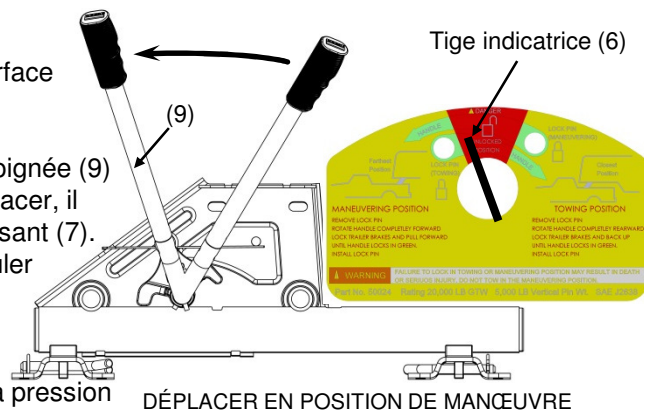
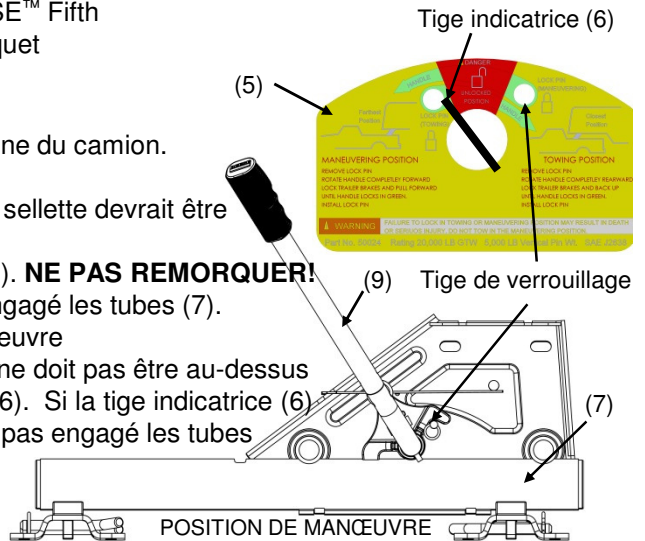

Figure 15
Figure 16
3. Retirer tige de verrouillage du trou de remorquage et de tirer la poignée (9) vers l'avant (voir la figure 15). Si la poignée (9) est difficile à déplacer, il peut être coincée dans le trou de verrouillage dans le tube coulissant (7). Cela peut être résolu en déplaçant légèrement le camion ou reculer jusqu'à ce que la poignée (9) se déplace librement. Répétez l'étape 2 si nécessaire.
4. La tige indicatrice (6) devrait être au-dessus de la section rouge déverrouillée près de la section de manœuvre (voir figure 15). La pression du ressort pressera le loquet contre le dessus du tube, le loquet se verrouillera dans la fente quand la REESE™ FIFTH Wheel Slider se déplace en position de manœuvre (voir figure 16).
5. Retourner au camion. Dégager le frein à main. Engager manuellement le frein de la remorque et avancer le camion jusqu'à ce que la REESE™ Fifth Wheel Slider s'arrête à la soudure au pied (figure 13) et que le loquet s'engage en position manœuvre (voir figure 16).
- C. Si la sellette ne bouge pas, le loquet a engagé les tubes (7) et la sellette devrait être verrouillée en position de manœuvre.
- D. Si la sellette ne bouge pas, le loquet n'a pas engagé les tubes (7). **NE PAS REMORQUER!** Répéter les étapes 1 - 6 ci-dessus jusqu'à ce que le loquet ait engagé les tubes (7).
7. Examiner l'étiquette de mise en garde (5). La tige indicatrice (6) ne doit pas être au-dessus de la section verte du côté gauche de l'étiquette (5) (voir figure 16). Si la tige indicatrice (6) est au-dessus de la section rouge de l'étiquette (5), le loquet n'a pas engagé les tubes (7). **NE PAS REMORQUER!** Répéter les étapes 1- 6 ci-dessus.